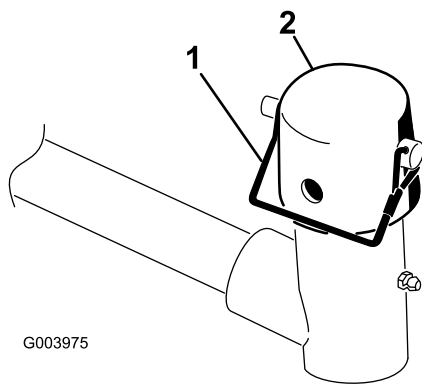

**Figura 9**
**Importante:** Sugli elementi di taglio n. 4 (anteriore sinistro) e n. 5 (anteriore destro) (Figura 7), utilizzate i dadi di fissaggio della staffa dell'asta per montare le guide del flessibile sulla parte anteriore delle alette degli elementi di taglio Figura 8. Le guide del flessibile devono essere inclinate verso l'elemento di taglio (Figura 8 e Figura 9).